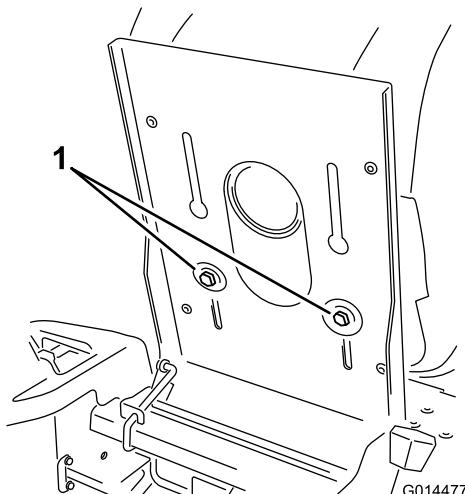

Figure 22
- Soulevez le siège et desserrez les boulons de réglage jusqu'à ce que vous puissiez déplacer le siège (Figure 22).